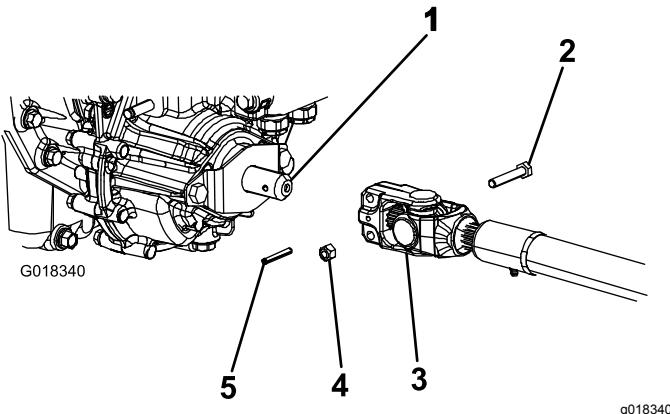

图4
3. 将 PTO 驱动轴放在机器前部下方。确保驱动轴滑轴轭朝向变速箱驱动轴 **图4**。